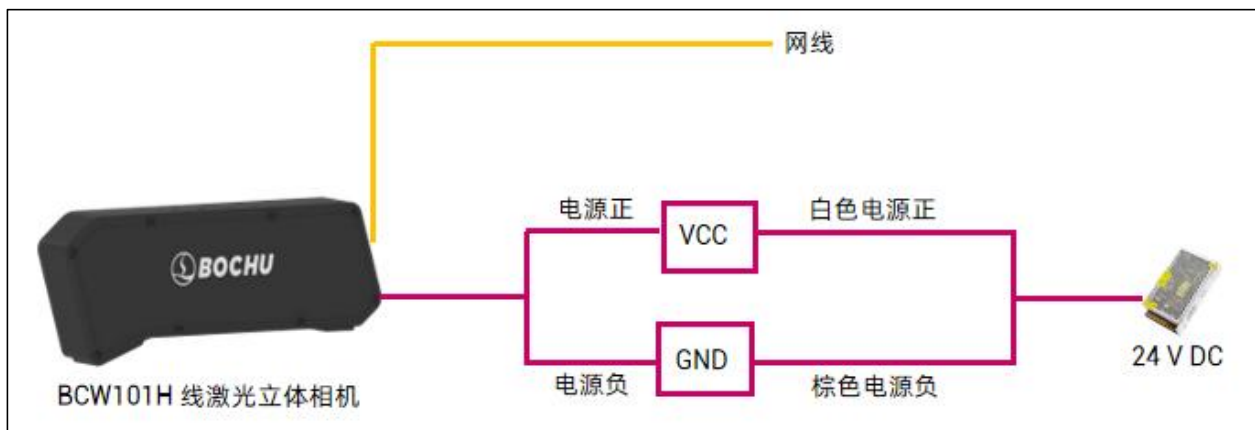
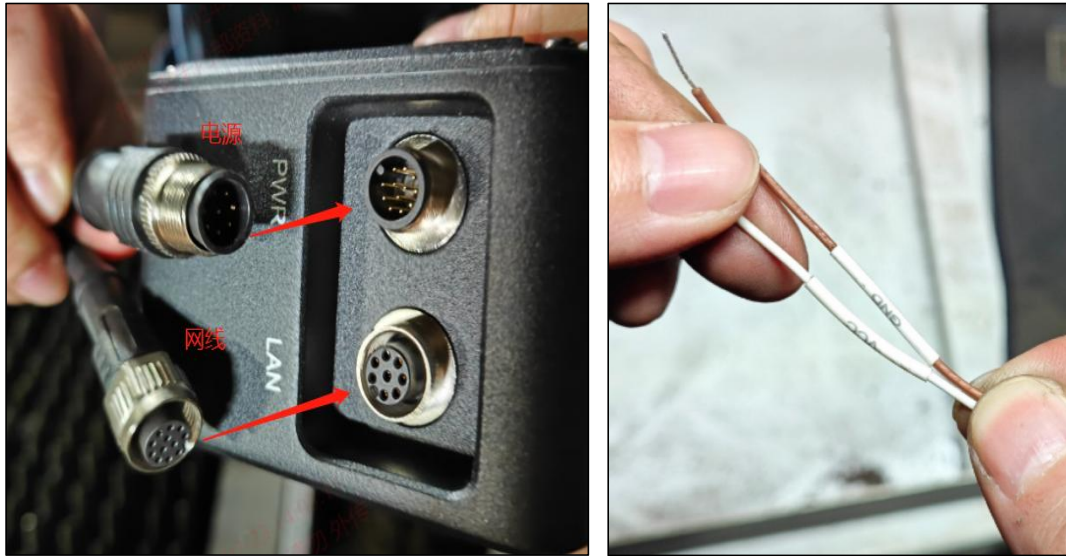

图 2-4 BCW101H 线激光立体相机电源接线示意图
图 2-5 BCW101H 线激光立体相机电源接线实物示意图
- 高柔性拖链电源线：一端连接线激光立体相机，另一端需连接 24 V 电源开关盒。电源线的棕色线应连接到 24 V 电源的 V-端，白色线连接到 24 V 电源的 V+端，如图 2-4和图 2-5所示。